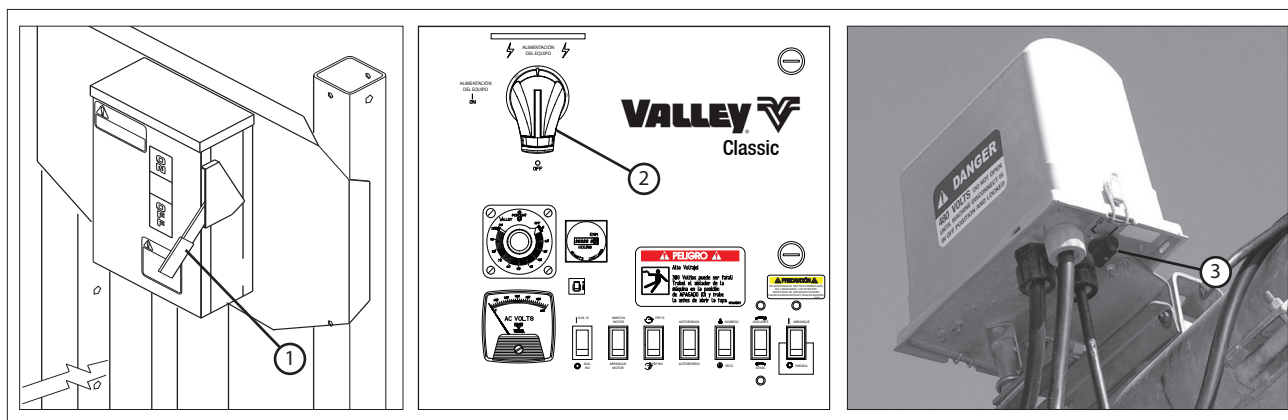

Figura 27-1 1. Interruptor de suministro principal
- El interruptor de suministro principal de energía de la red al panel de control. Vea la Figura 27-1.
- El interruptor principal del panel de control. Vea la Figura 27-1.
- Cualquiera de los interruptores de caja de torre. Vea la Figura 27-1.